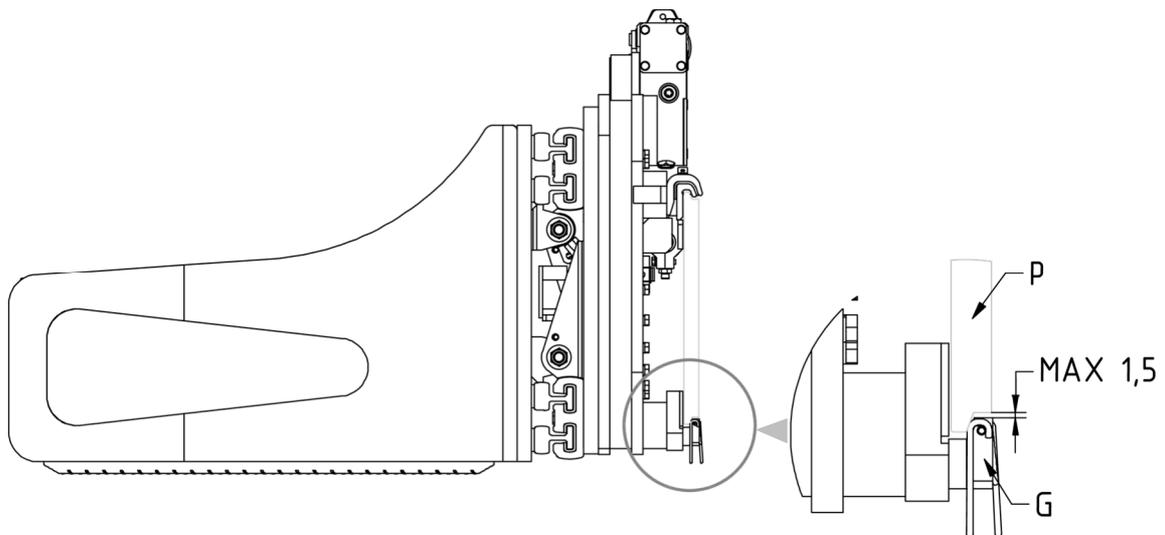

Abbildung 9
8. Schrauben Sie die 2 unteren Haken **G** so an, dass ihr Körper auch unterhalb der Gabelträgerplatte **P** eingehängt bleibt (mit einem Spiel von max. 1,5 mm, siehe Detail *Abbildung 9*) und ziehen Sie sie mit dem in der *Tabelle 4* genannten Anzugsmoment an.
3. Überprüfen Sie das Spiel zwischen dem unteren Teil der Gabelträgerplatte und den unteren Haken des Geräts und stellen Sie sicher, dass es den Angaben in *Abbildung 4* (Seite 12) und *Abbildung 9* (Seite 16) entspricht. Falls erforderlich, ziehen Sie die Schrauben nach, die diese Teile halten.